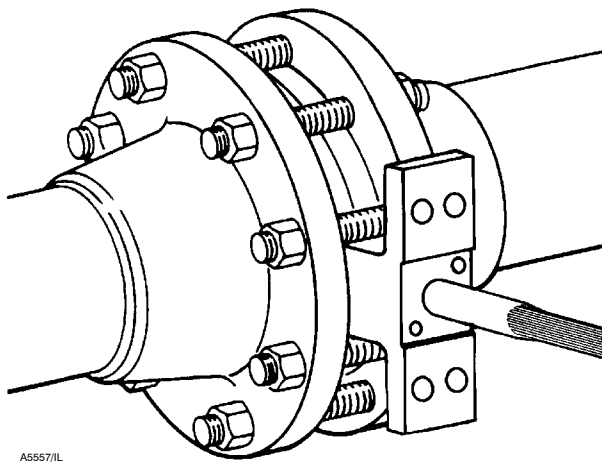

Рис. 5. Правильно установленный бесфланцевый клап.
Клапан может быть установлен в любом положении, однако рекомендуется, чтобы ведущий вал клапана находился в горизонтальном положении, а привод располагался вертикально, как показано на рис. 5.
1. Рекомендуемые положения установки клапана показаны на рис. 5.